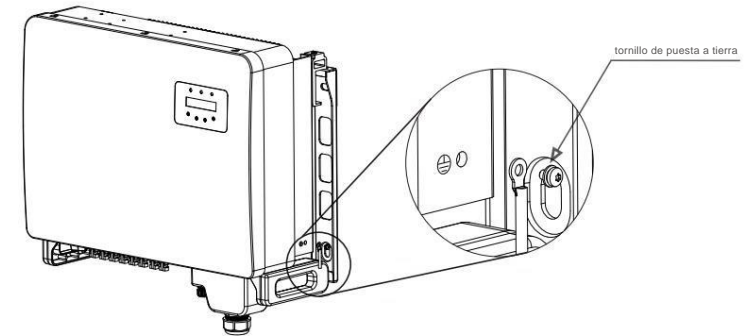

Figura 5.9 Cable fijo
6. Conecte el cable de conexión a tierra al punto de conexión a tierra del disipador de calor y apriete el tornillo de puesta a tierra, el par es de 3-4 Nm (consulte la figura 5.9).